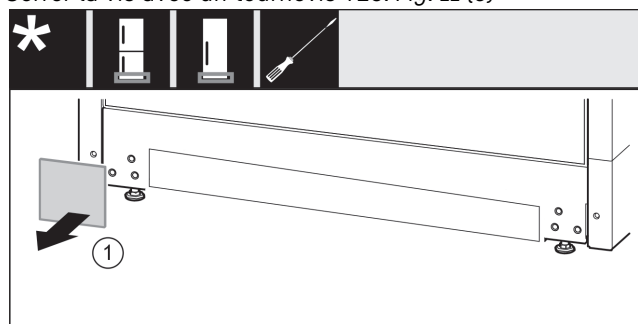

Fig. 12
- Retirer le cache. *Fig. 12 (1)*